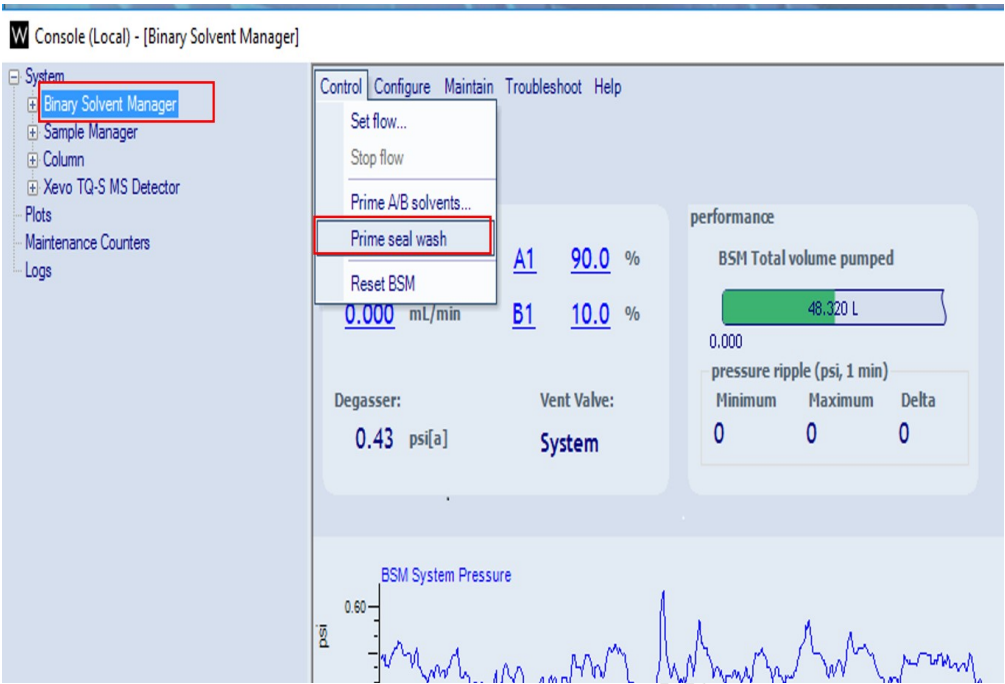

图 6-14
**Step2.** 如图 6-14, 在 Console 界面, 选择 Binary Solvent Manger – Control-Prime seal wash (图 6-14), Seal Wash 泵开始工作, 运行时间 2 分钟。